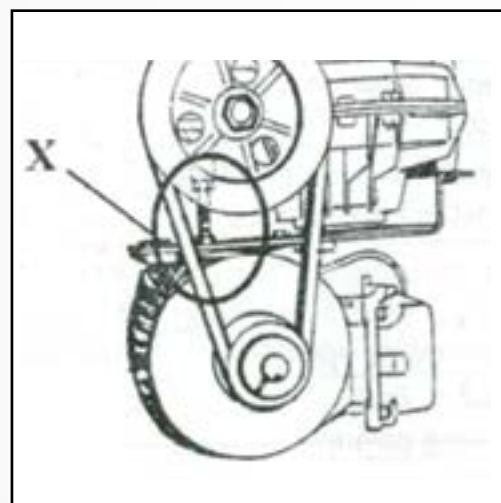

Рисунок 27
- С помощью специального регулировочного болта X отрегулируйте натяжение приводного ремня (рисунок 27).